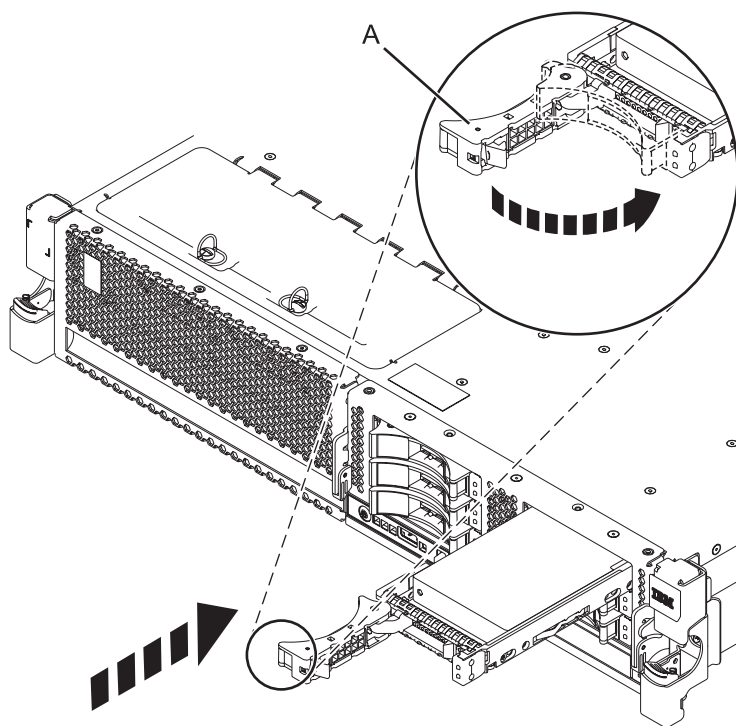

Figura 42. Substitució d'una unitat de disc al sistema
5. Quan el LED d'identificació es torni sòlid, moveu la unitat fins al fons del sistema i pressioneu la nansa de la unitat (**A**) fins que quedi bloquejada, tal com es mostra a la Figura 42 a la pàgina 66.